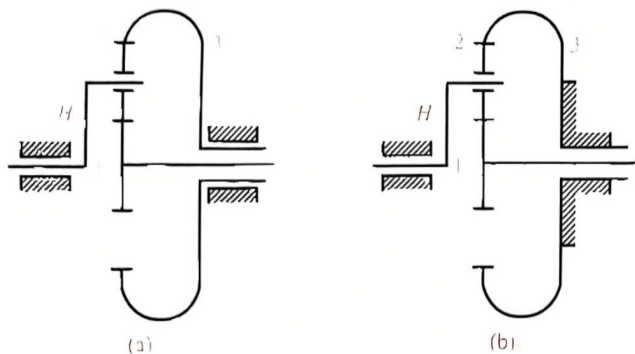

图 8-6 轮系
2. 分析比较图 8-6 中两组轮系的区别, 判断两组轮系的类型。